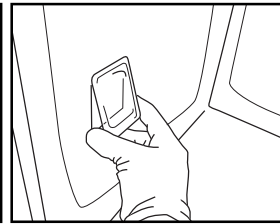

Abb. 9
5. Setzen Sie die Lampenabdeckung wieder ein und drücken Sie sie gegen die Backofenwand, bis sie einrastet (Abb. 9).